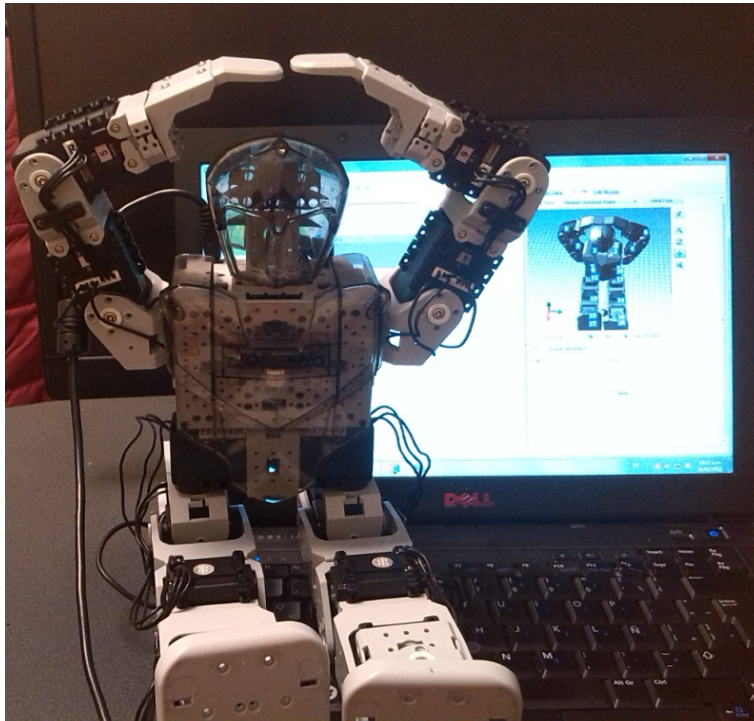

Figura 3.7 Abrir y ejecutar con el Software RoboPlus Motion un archivo de movimientos para el Robot Humanoide Bioid Premium.
- 2.- Presionamos el icono para abrir un archivo de movimientos y posteriormente para ejecutarlo presionamos el icono (Ver Figura 3.7).